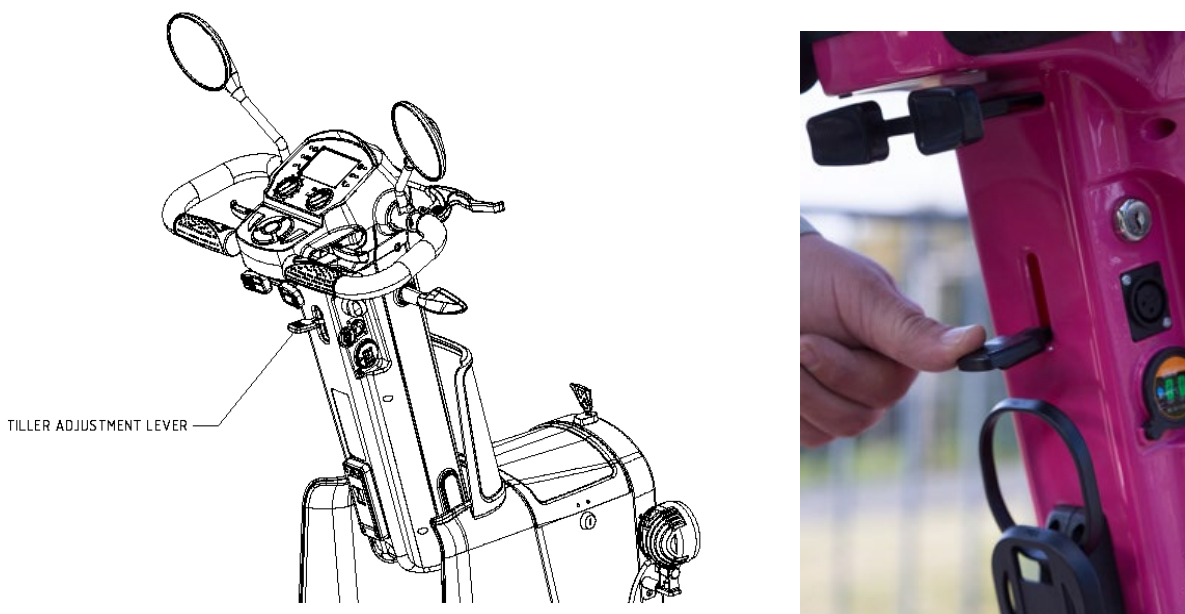

Abbildung 10: Anpassung der Lenksäule
1. Betätigen Sie den Verstellhebel. Siehe Abbildung 10.